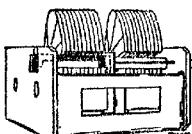

Fig.3
2. 150 mwl op de afstemcondensator aanbrengen en de condensator tegen de mwl draaien (zie fig.3).